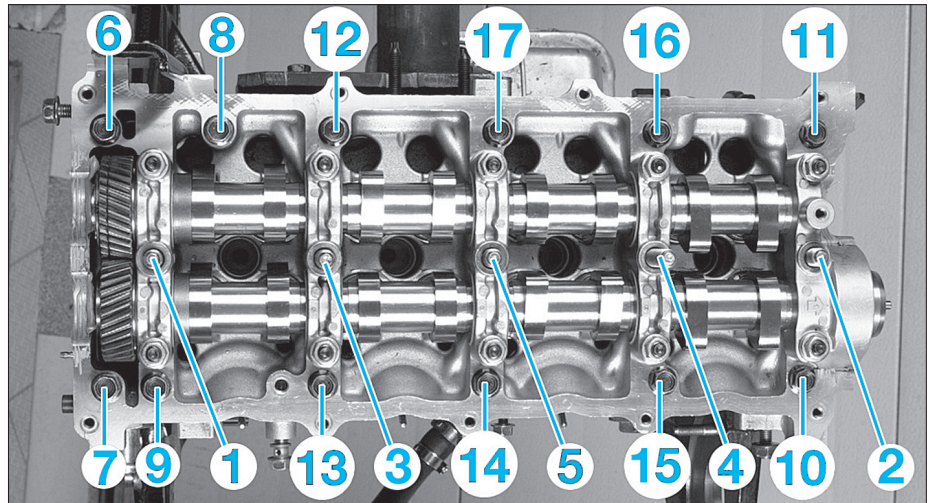

FIG. 29
- Dévisser les vis du carter d'arbre à cames de 180° dans l'ordre (fig. 29).